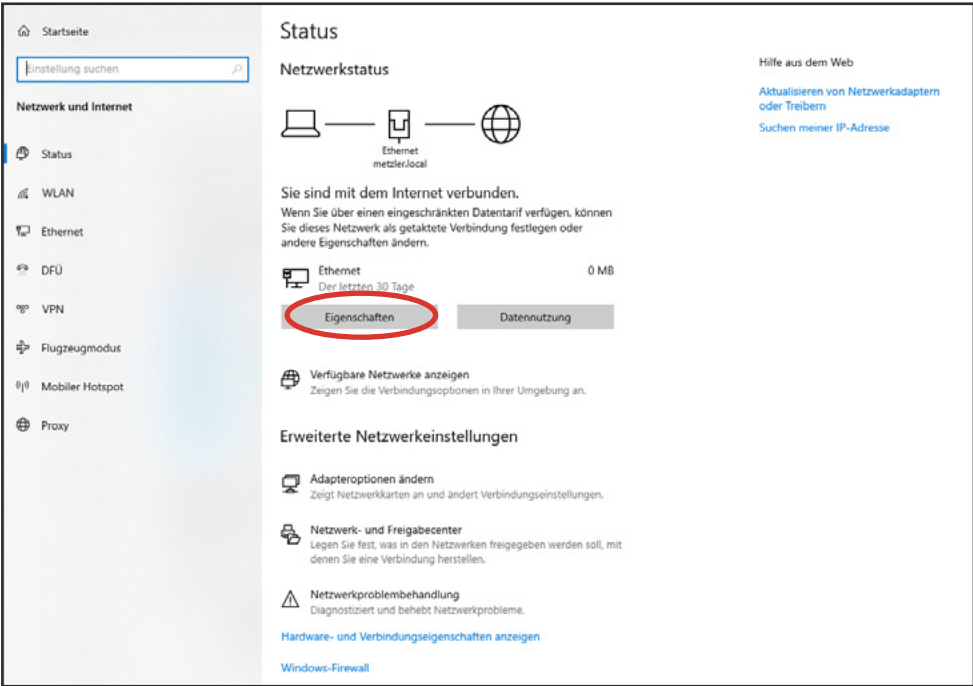

Abb.11
- Klicken Sie bitte mit der rechten Maustaste auf das „Windows Symbol“ und öffnen Sie die „Netzwerkverbindungen“ und anschließend „Adapteroptionen ändern“. (Abb.11+12) Öffnen Sie dann mit einem Rechtsklick die „Eigenschaften“ Ihres Netzwerks: